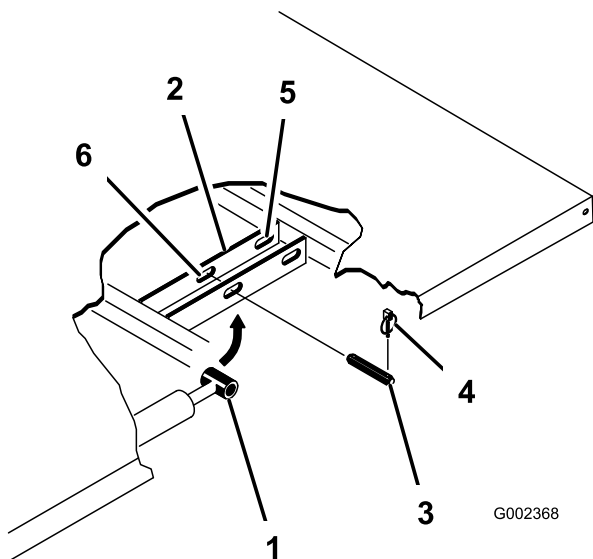

图23
3. 从油缸杆柱销的外端取下保险销（图23）。
4. 向内推动柱销，卸下将油缸杆端固定到货斗安装板上的柱销（图23）。
5. 卸下将枢轴支架固定到机架槽上的保险销和柱销（图23）。